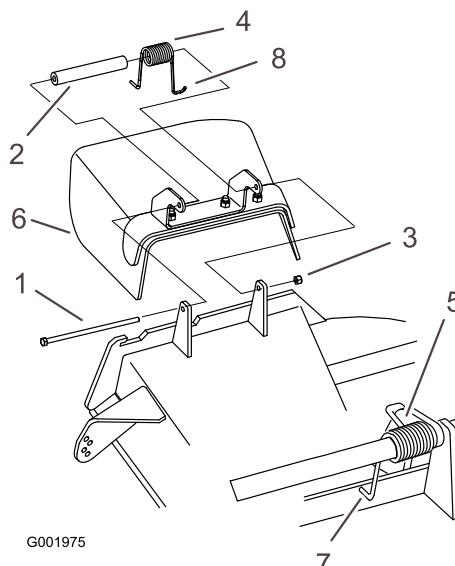

Figure 73
1. Retirez le contre-écrou, le boulon, le ressort et l'entretoise qui fixent le déflecteur aux supports de pivot (Figure 73). Enlevez le déflecteur s'il est endommagé ou usé.
Remarque: Prenez soin de placer l'extrémité en **L** du ressort derrière le bord du tablier avant de mettre le boulon en place, comme indiqué à la Figure 73.
3. Remettez le boulon et l'écrou. Accrochez l'extrémité en **J** du ressort au déflecteur d'herbe (Figure 73).